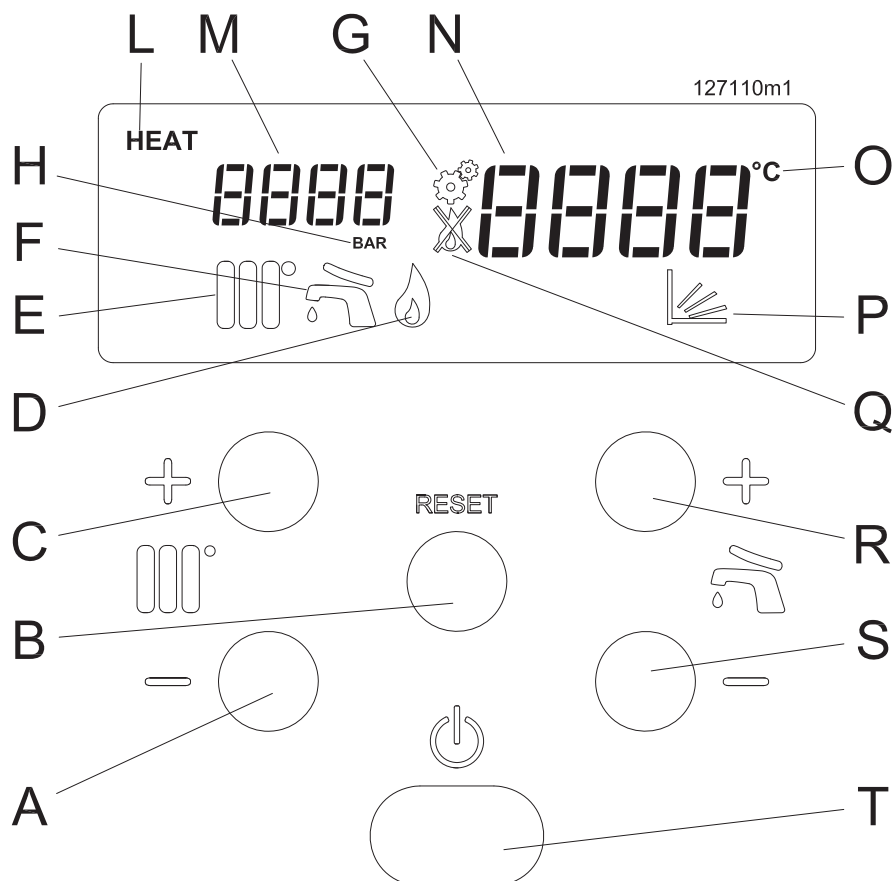

Figura 7-1 - Quadro comandi
Legenda Figura 7-1
Se la pressione all'interno del circuito del riscaldamento scende al di sotto di 0,8 bar, il visore "N" di figura 7-1,
- 3.- controllare la pressione sul visore "M" di Figura 7-1, deve raggiungere la pressione di 1,3 - 1,5 bar (l'indicazione **F ILL** scompare superati 1,1 bar);
La regolazione della temperatura dell'acqua calda sanitaria si esegue agendo sui tasti e . Premuto uno dei due tasti, il visore "N" di figura 7-1, comincia a lampeggiare e a mostrare la temperatura che si sta impostando. Il campo di regolazione entro il quale si può regolare la temperatura del sanitario va da 40°C a 60°C oppure da 40°C a 70°C nel caso di presenza di un bollitore.
Tenendo premuto il tasto anche sotto 40°C, comparirà la scritta **OFF** ad indicare lo spegnimento del servizio sanitario, evidenziato anche dallo spegnimento dell'icona "F" di cui in figura 7-1.